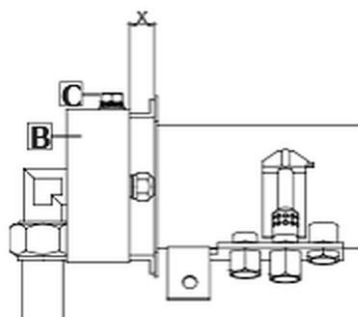

Fig. 8
La distance prévue pour le réglage de l'air primaire est indiquée dans la fig. 8 et dans le tableau 2.
1. Desserrez la vis de fixation (C, fig. 8) de la douille de réglage de l'air primaire (B).
2. Positionnez la douille (B) à la distance « X » correspondant au type de gaz installé.
3. Serrez la vis de fixation (C).